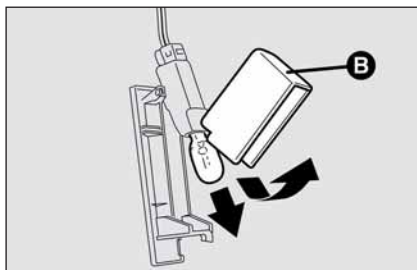

fig. 42
- ouvrir la protection **B-fig. 42** et remplacer l'ampoule appliquée à pression;
- refermer la protection **B-fig. 42** sur le transparent;